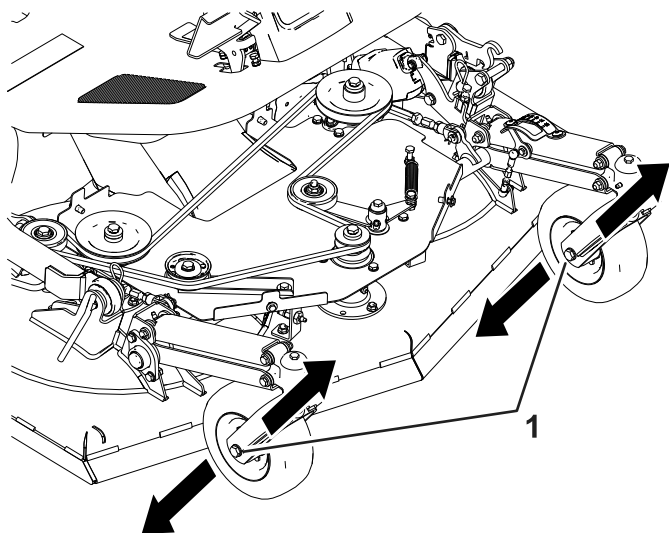

Figura 104
- A. Afloje el perno de la rueda giratoria en un lado (Figura 104).
B. Ajuste el perno de la rueda giratoria en la ranura y apriete el perno (Figura 104).